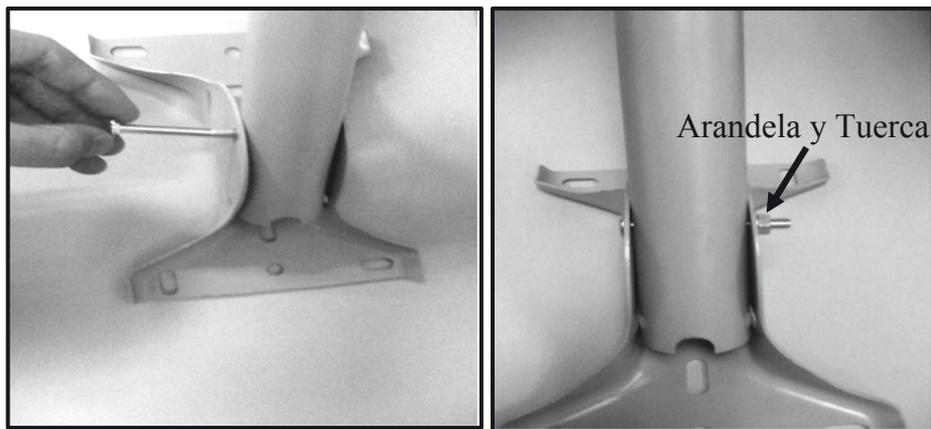

Imagen16. Instalación de Mástil
Luego se coloca un (1) tornillo de cabeza hexagonal 1/4*57.2 como indica la Imagen 16, se coloca la arandela, la tuerca y se aprieta.